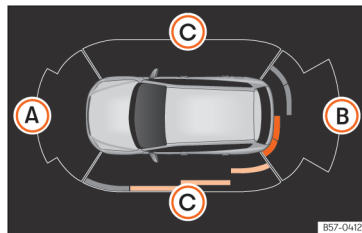

Abb. 133 Anzeige der Einparkhilfe auf dem Bildschirm des Infotainment-Systems.
Im Stoßfänger befinden sich Sensoren. Wenn sie ein Hindernis erkennen, weisen sie durch akustische und optische Signale im Infotainment-System darauf hin » (Abb. 133).
Um vollständig die Fahrzeugumgebung darstellen zu können, muss das Fahrzeug einige Meter nach vorn bzw. nach hinten bewegt werden. Die fehlenden Bereiche werden abgetastet und vorhandene Hindernisse in den seitlichen Bereichen des Fahrzeugs » (Abb. 133) (C).